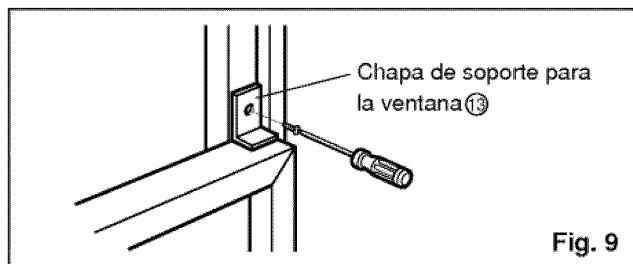

Fig. 9
12. Sujete la chapade soporte en el marco de la ventana con un tornillo tipo C. (Ver Fig. 9)